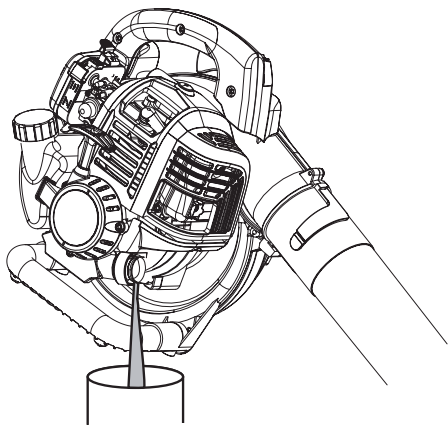

Fig. 11
3. Inclinare l'apparecchio verticalmente per drenare l'olio dal foro di riempimento e versarlo in un contenitore (Fig. 11). L'operazione di drenaggio richiede un certo tempo.